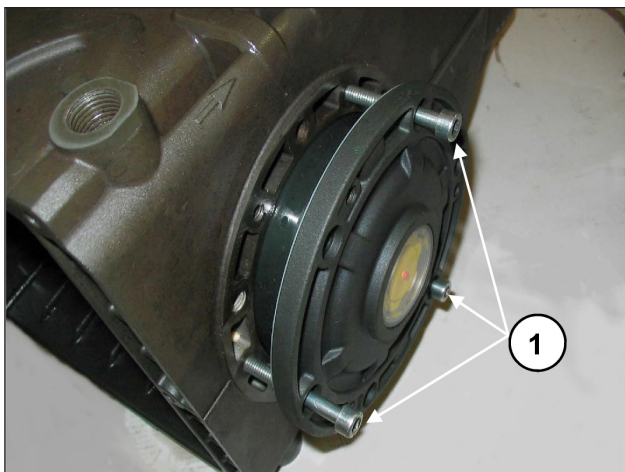
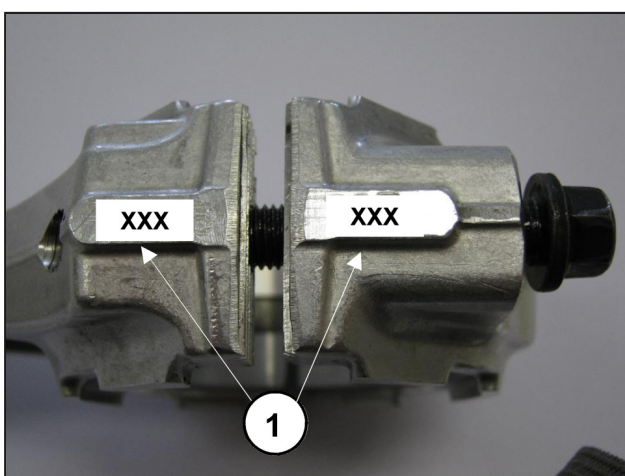

图8
图9
为了便于第一部分的注油和盖子在泵壳的插入，建议使用3个部分螺纹的M6×40螺丝(图8, ①)，然后通过随附螺丝(M6x18)完成操作。
- 将连杆帽连接到相应连杆柄，注意编号 (图9, ①).
将两个侧盖靠近泵壳时，可如图8所述在初步定向阶段时使用3个M6X40螺丝，并在最后固定时使用预定的螺丝。
拆除侧盖后，如2.1.1一节所示，从相应盖上拆除轴承外环螺母，从轴的两端拆除内环螺母连同轴承的剩余部分，可利用一个普通的“尖冲头”或之类工具，如图8和图9所示。